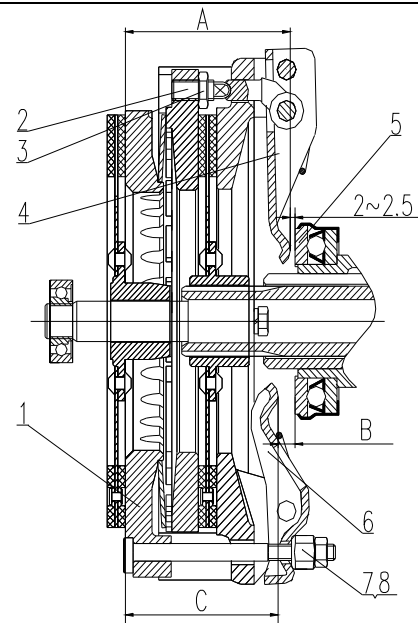

Abbildung 5-1 Kupplung
Zuerst die Kontermutter 2 an der Stellschraube3 lösen (siehe Sie nach Abb. 5-1) , dann die Einstellschraube drehen, so dass der Abstand zwischen der Arbeitsfläche vom Trennhebel der Hauptkpllung 4 und der Kupplungsdruckplatte 1, 25 PS Modelle A = (86,5 +0,2) mm, 30, 35 PS-Modelle A = (91,5 +0,2) mm sein. Schließlich die Kontermutter 3 festziehen. Mutter 7, 8,Lösen, Einstellmutter drehen, Abstand zwischen der Arbeitsfläche vom Trennhebel der Vizekupplung 6 und der Kupplungsdruckplatte 25 PS Modelle C = (78,5 +0,2) mm, 30, 35 PS-Modelle C = (93 +0,2) mm sein lassen, die Mutter 8 festziehen
- (1) Um ölflecken auf Reibungplatte zu vermeiden, oft den Schwungradgehäuse unterhalb der Abwasser-Loch schrauben, Oelschmutz in den Motor und Getriebe entlassen. Festgestellt, dass die Leckage ernst ist, sollte rechtzeitig zu erkennen und die Ursachen ausgeschlossen werden. Wenn notwendig, mit Benzin (oder Kerosin) Reibscheibe reinigen
- (2) Um den Verschleissbeschädigung fuer die Reibscheibe zu vermeiden, soll Kupplung oft einstellen und pflegen, bei der Verwendung soll nicht oft Kupplung trennen oder zusammenbringen, Wenn die Kupplung trennt, sollte schnell Kupplungspedal am Ende, darf nicht in der semi-Bindungszustand sein,so dass die Kupplung nicht beschaedigt werden
- (3) Streng verboten ist, die Kupplung in einem schlechten Zustand zu arbeiten,es wird Verschleiss der Reibscheibe der Kupplung beschleunigen und sogar verbrennen
- (4) Beim Installation Kupplungslager 5 (siehe Abbildung 5-1) und die Lithiumfett in Hohlraum der Trennlager hinzufuegen Beim Zerlegen das Ausrücklager ueberpreufen, ob Oel Trennlager 5 genug . Wenn öl nicht genug, sollte es in einen beheizten Molybdändisulfid Lithiumfett, um das Fett in die Lager eindringen, bis Fett abkühlen und entfernen sie und dann installieren Ausrücklager nicht auf Benzin oder Diesel reinigen,um Verlust des Lagerfett zu verhindern. Ansonsten müssen Fett wieder fuellen